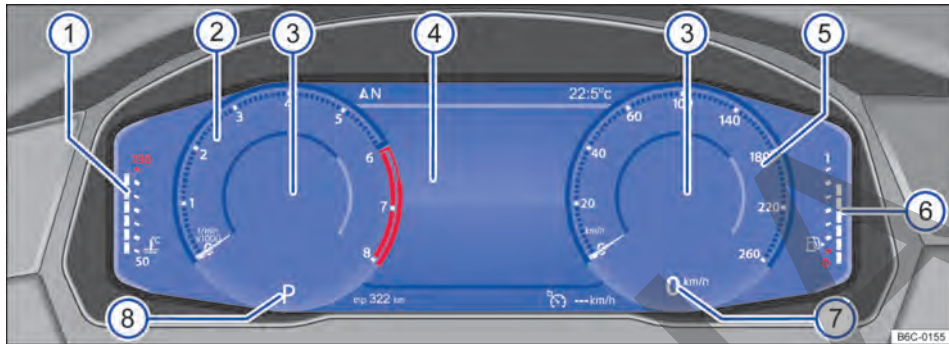

Fig. 10 Active Info Display en el tablero de instrumentos (variante 1).
Explicaciones sobre los instrumentos → fig. 10:
Dependiendo de la versión de la radio y del perfil de información seleccionado, el Active Info Display muestra información adicional en el centro de instrumentos redondos → fig. 10③. Los siguientes perfiles de información pueden ser seleccionados: